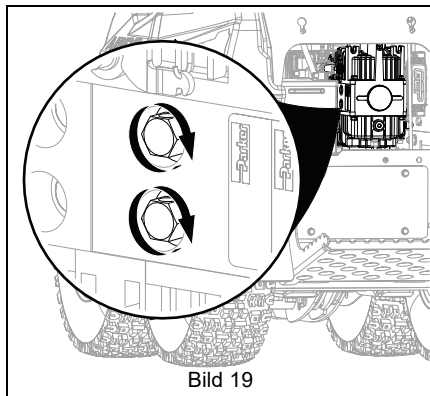

Bild 19
5. Vrid båda avlastningsventiler två hela varv medsols till körsläget. Momentdra till 9,5 Nm – 13,5 Nm (7 lb-ft – 10 lb-ft). Se Bild 19.